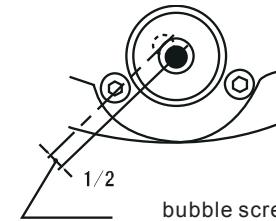

Fig.11
(II) Utiliser une clé pour régler la vis à bulles pour amener la bulle d'air en position centrale. (Figure 11)